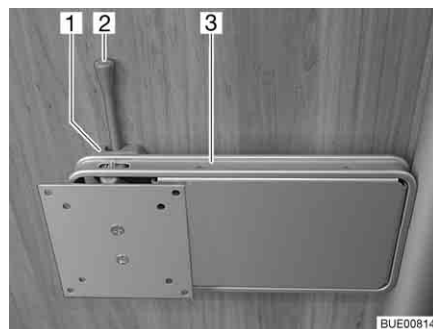

Bild 87 Halterung an Säule
- Den Entriegelungshebel (Bild 87,2) zur Seite drücken und die Halterung (Bild 87,3) mit dem Flachbildschirm in die gewünschte Position drehen.
- Flachbildschirm zurückdrehen, bis die Halterung (Bild 87,3) in die Verriegelung (Bild 87,1) einrastet.